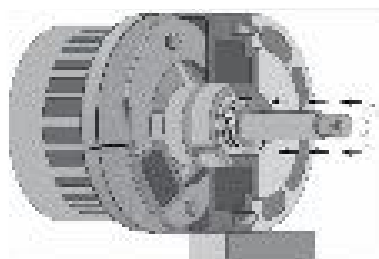

Figura 23
6. Empuje la junta del eje y el resorte de la junta en el eje, después de asegurarse de que las caras de la junta y el eje estén limpios. Tenga cuidado de que el eje no dañe la cara de carbón de la junta. Siga el resorte de la junta con el soporte del resorte; comprima el resorte y dé un cuarto de vuelta al soporte del resorte para trabarlo debajo de la primera chaveta del eje (ver Figura 23).